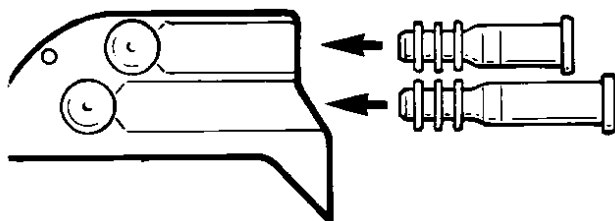

Figura 1. Inserte el manguito ajustable corto y el largo en el conector del generador de impulsos.
2. Inserte el manguito ajustable corto (transparente) en la entrada del conector superior del generador de impulsos. Inserte el manguito ajustable largo (opaco blanco) en la entrada del conector inferior (véase la Figura 1). Si es necesario utilice agua estéril como lubricante.